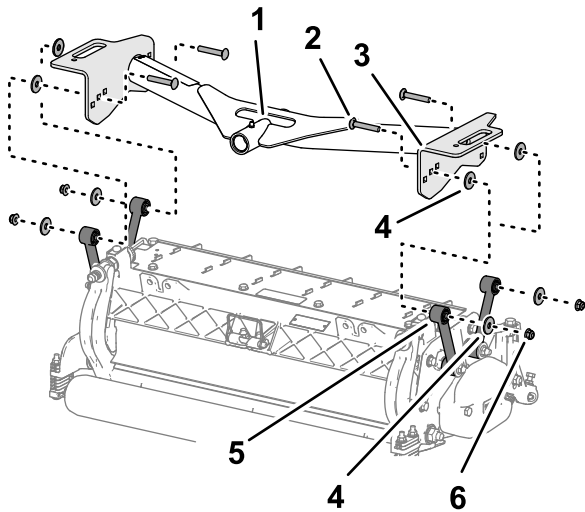

Figura 17
1. Allineate i fori nelle piastre del telaio portante anteriore con i fori nelle piastre di montaggio dell'apparato di taglio (Figura 17).
2. Allineate una rondella tra la piastra portante e il giunto (Figura 17) e assemblate senza serrare le piastre e il distanziale con un bullone a testa tonda ($\frac{3}{8}$ " x $2\frac{1}{4}$ "), una rondella e un dado di bloccaggio flangiato ($\frac{3}{8}$ ").